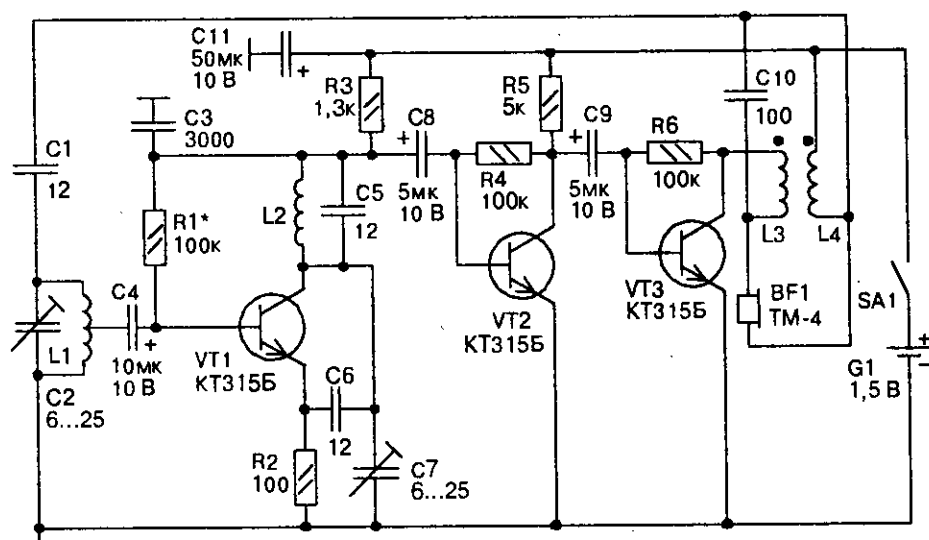

Рис. 6.6. Схема несложного УКВ ЧМ приемника с ФАПЧ
УКВ ЧМ приемник выполнен на базе радиоприемного устройства прямого преобразования с ФАПЧ. Радиочастотный каскад приемника (рис. 6.6) собран на транзисторе VT1 и представляет собой преобразователь частоты с совмещенным гетеродином,
**Примечание редактора.** Именно такая методика настройки приведена в [70]. Схема (рис. 6.6) также полностью соответствует исходной. Однако, режим работы сразу двух каскадов VT2, VT3 может зависеть от величины одного резистора R5 только при непосредственной гальванической связи между каскадами. Для этого необходимо замкнуть конденсатор C9 перемычкой. В противном случае каскад на транзисторе VT2 настраивают подбором резистора R4, а каскад на VT3 — резистора R6.